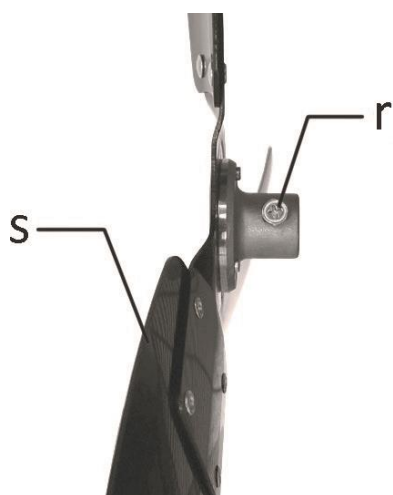

Fig. 13
1. Allentare la vite (r) sulla ventola (s) (Fig. 13).